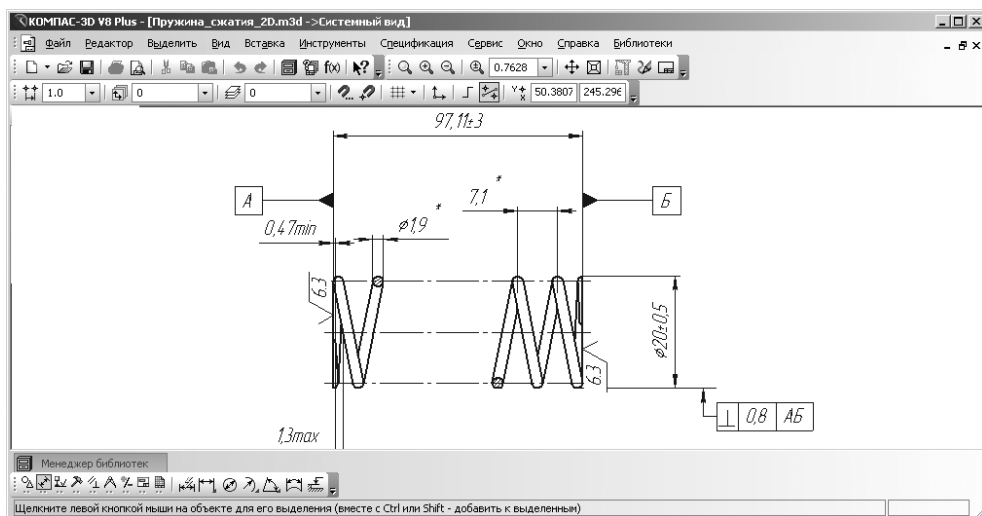

Рис. 4.42. Изображение пружины сжатия с заданными параметрами
- щелкните в диалоговом окне **Построение пружины сжатия** по кнопке **ОК** для перехода к изображению пружины растяжения с заданными параметрами. Это может выглядеть так, как показано на рис. 4.42.